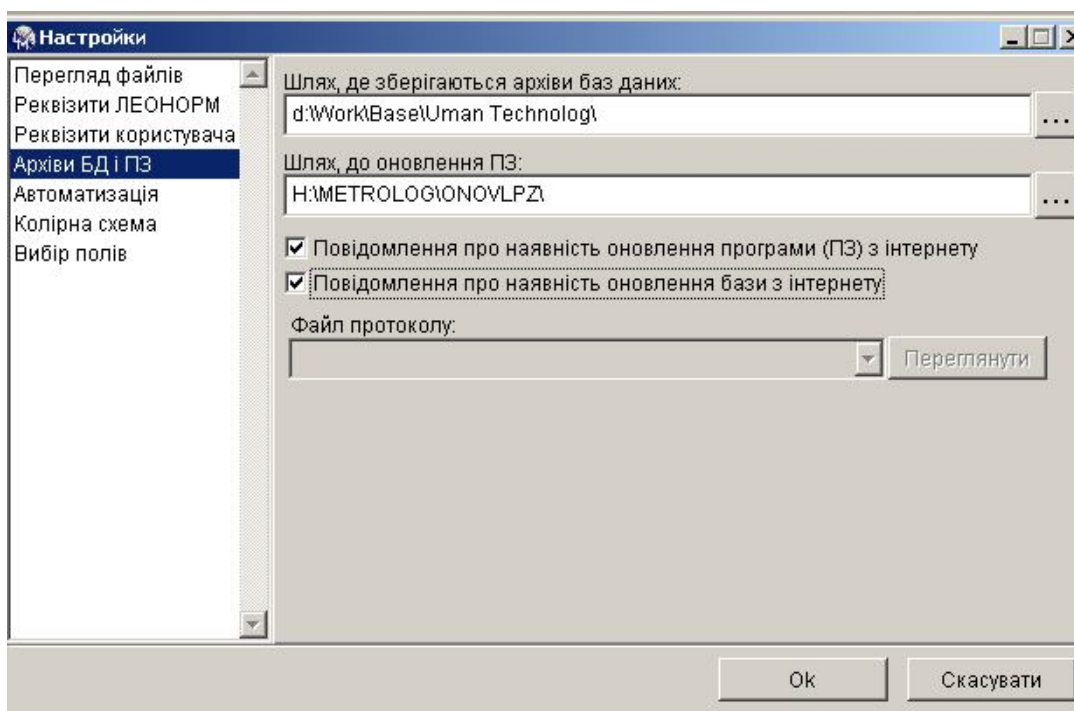

Рис. 12.1. Настройки для оновлення ПЗ з Internet
- в настройках -> **Архіви БД і ПЗ** поставити відмітку "**Повідомлення про наявність оновлення програми (ПЗ)**" (Рис. 12.1. Настройки для оновлення ПЗ з Internet).